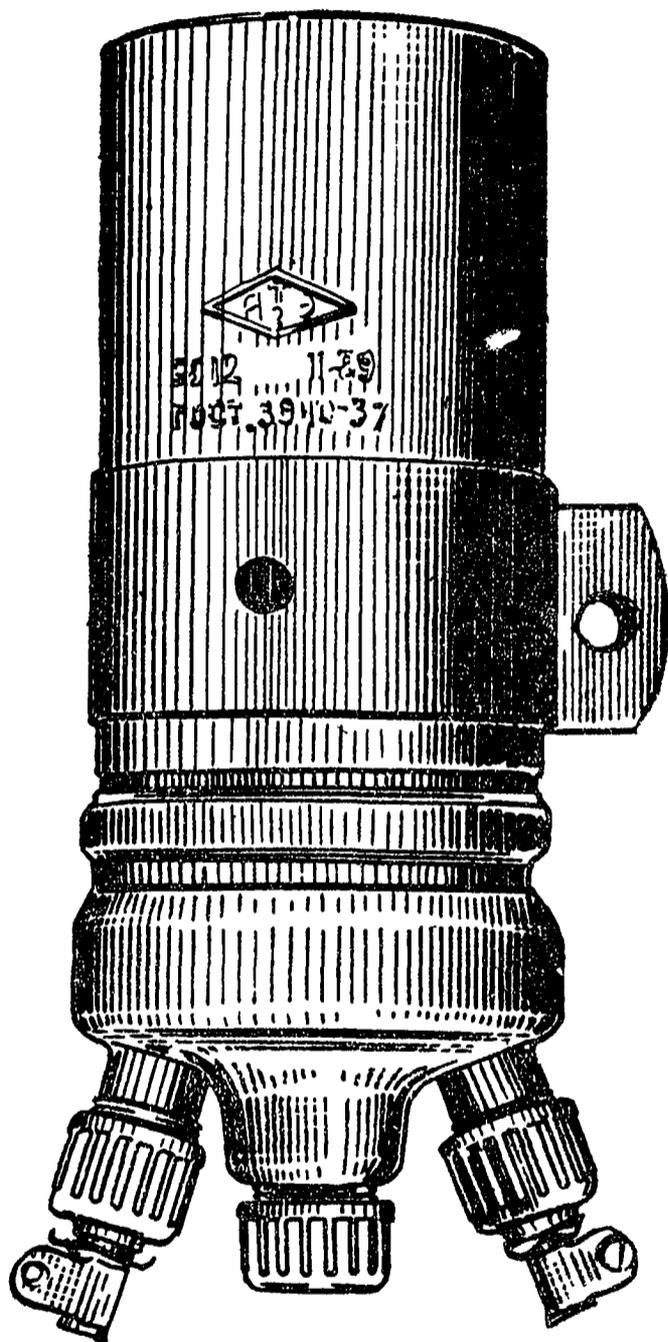
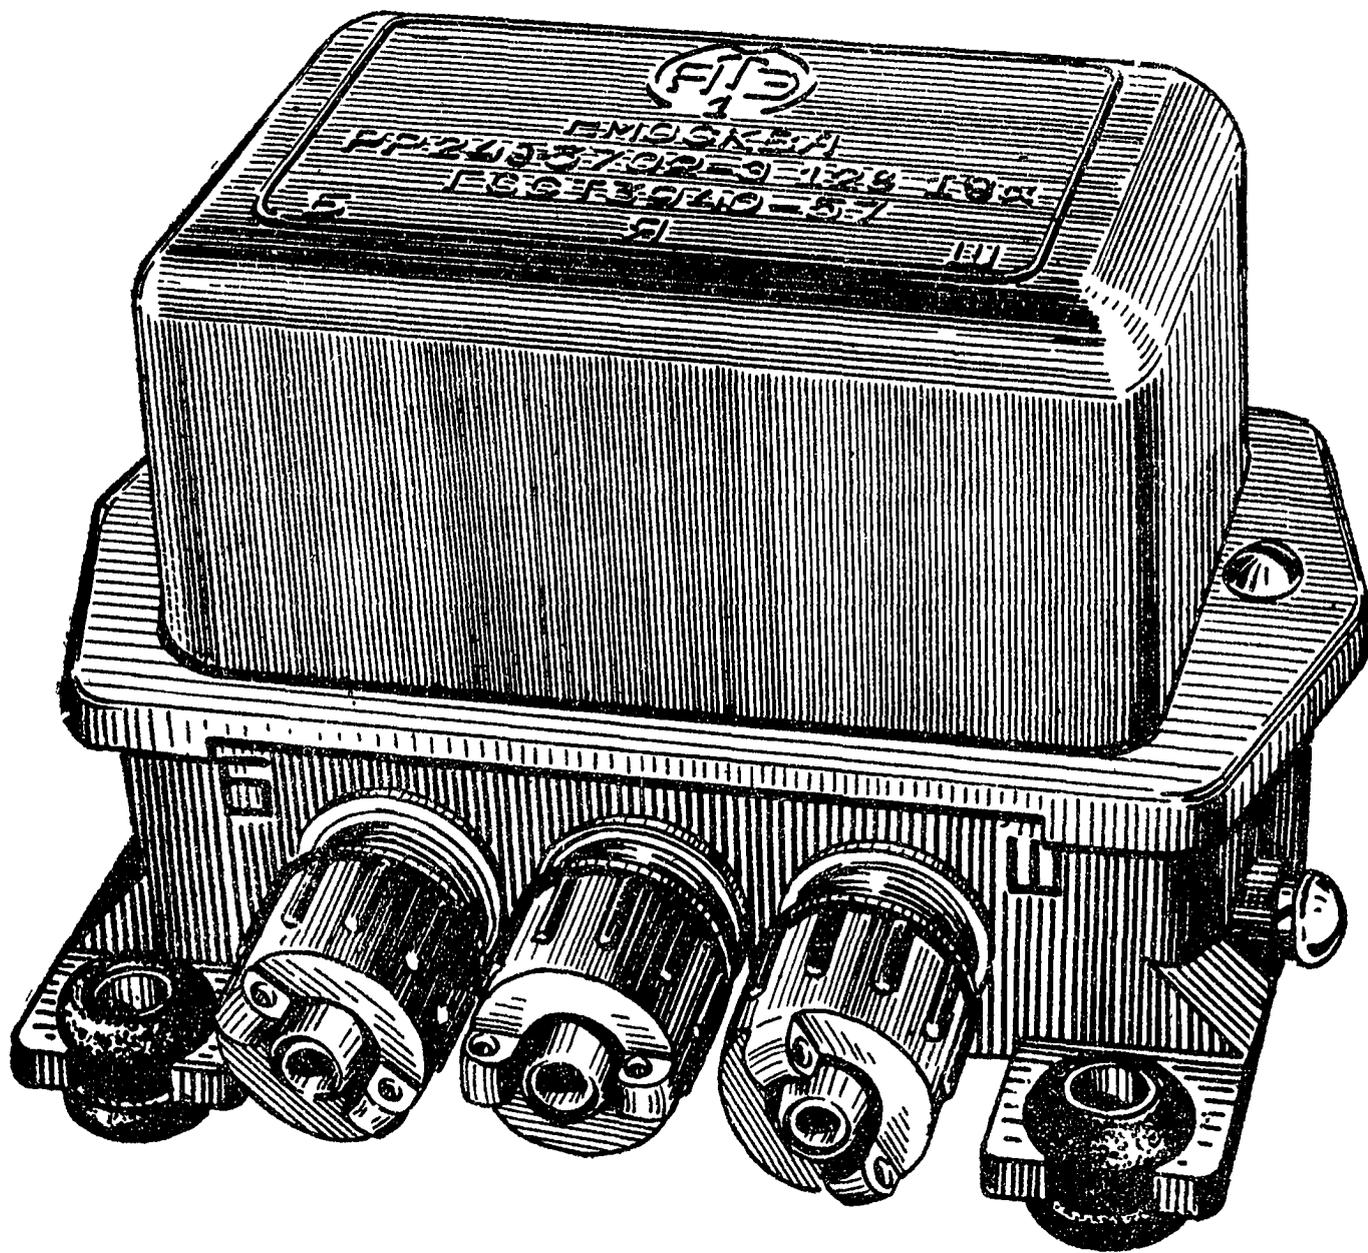

Рис. 50. Общий вид катушки зажигания Б-5.
Рис. 51. Общий вид реле-регулятора РР24-Э.
3. Катушка зажигания Б5 (рис. 50) с отдельным добавочным сопротивлением РР24—Э (рис. 51).